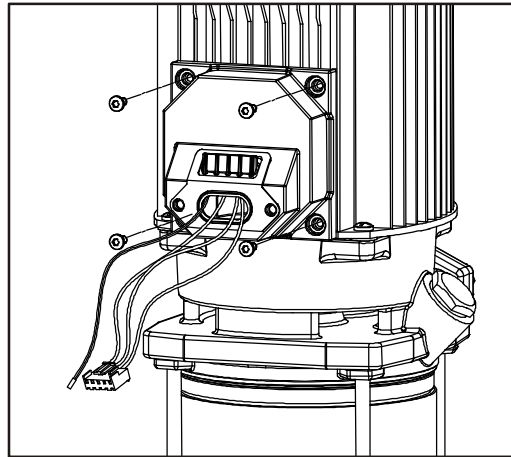

Рисунок 3
3.3.1) Переходник электродвигателя (рисунок 3):